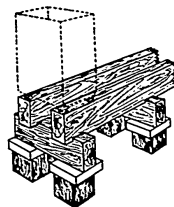

Fig. 6 -- Scaffale a un piano.
**Scaffali di legno.** — Gli scaffali di legno (figure 6 e 7)